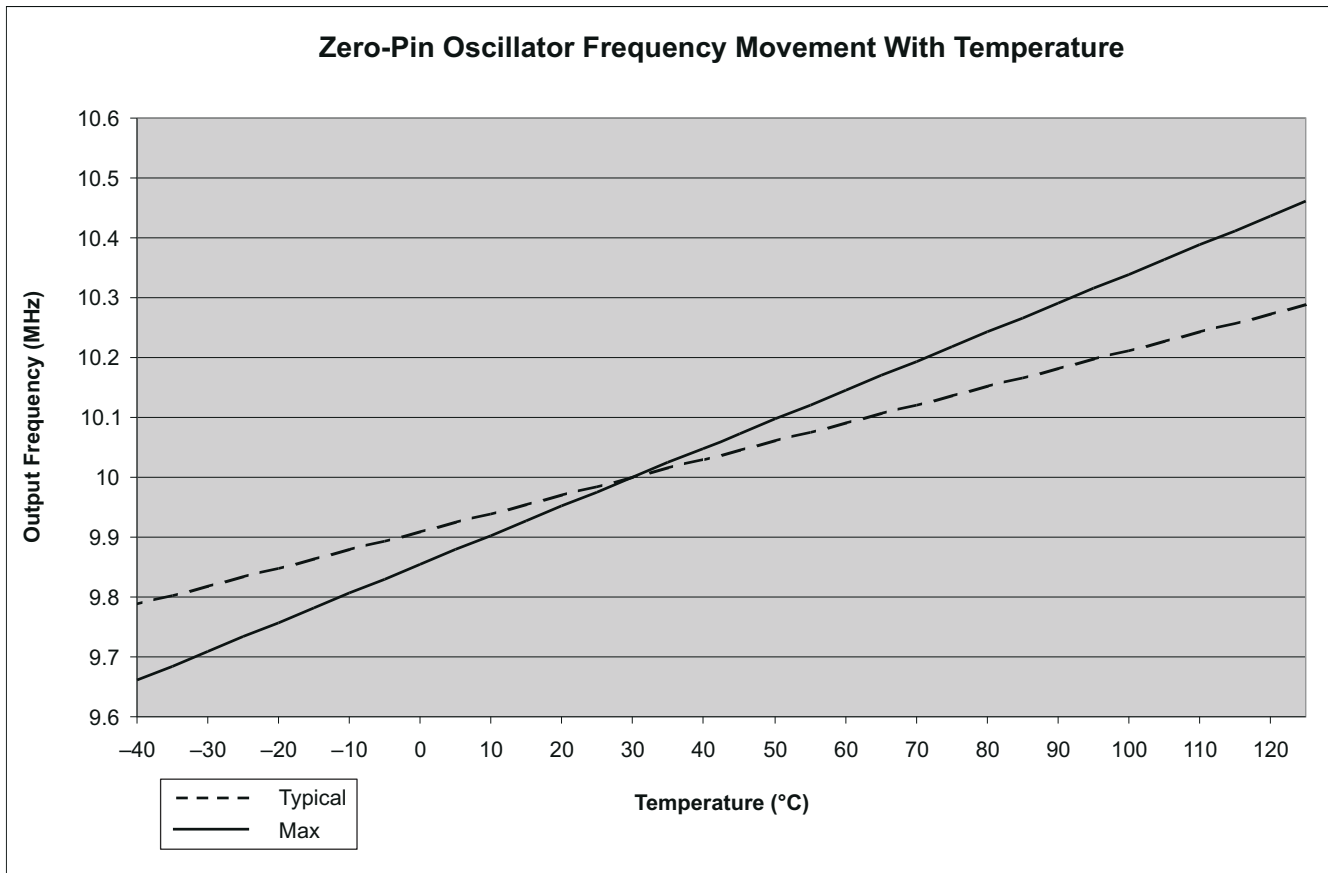

図 8-8. 温度によるゼロ・ピン発振器の周波数の変化
- (1) 発振器の周波数は温度と共に変化します (図 8-8 を参照)。発振器の温度ドリフトを補償するには、『発振器の補償ガイド』と C2000Ware を参照してください。
- (2) VREG が有効化されている場合 ($\overline{\text{VREGENZ}} = V_{SS}$) にのみ、周波数範囲は保証されます。
- (3) 内部発振器の出力周波数は、温度勾配と電圧 (V_{DD}) 勾配の両方の方向に追従します。例を示します。